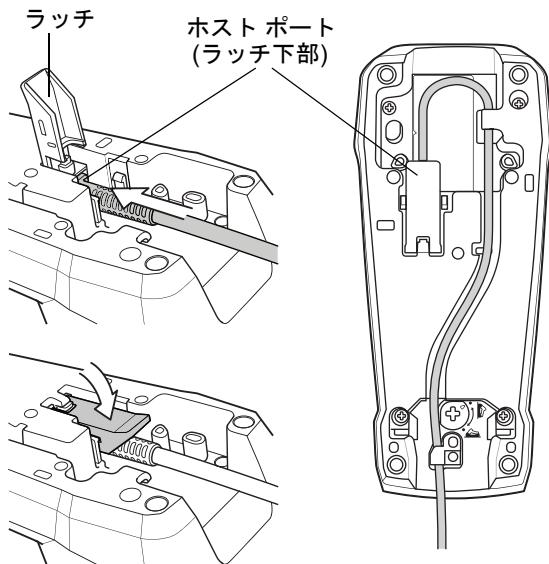

図 1-6 クレードルにケーブルを接続する
3. ラッチを持ち上げます。インターフェースケーブルをクレードルのホストポートに接続し、ラッチを閉じます。詳細は、図 1-6 を参照してください。